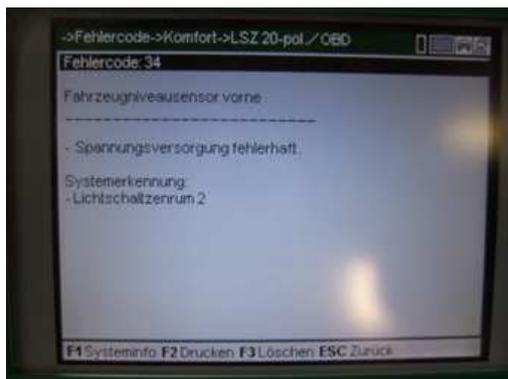

Imagen 2
2. En este caso concreto, se detecta un fallo en el suministro de tensión en el sensor de nivel delantero del vehículo (v. imagen 2).